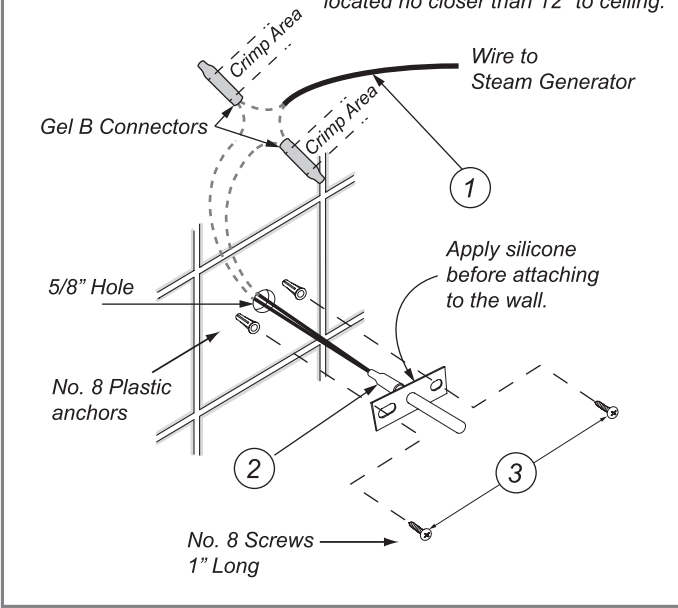

Figure 6 - Auxiliary Alarm
- d. **Alarme auxiliaire** – L'alarme auxiliaire offerte en option est raccordée à l'alarme 5COM-CN-016CS au moyen d'un câble à 2 conducteurs 22 AWG (reportez-vous à la figure 6).